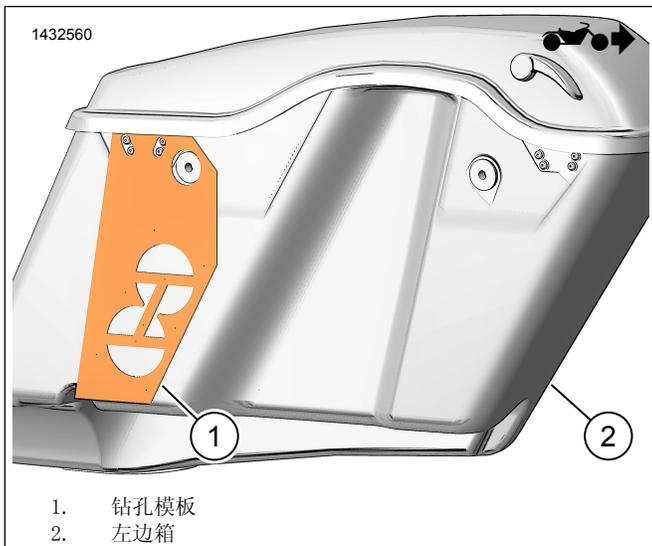

图2。右侧边箱模板
1. 参见图2。将钻头模板 (1) 放在左边箱 (2) 上。
参见图2。修改左边箱 (2)。